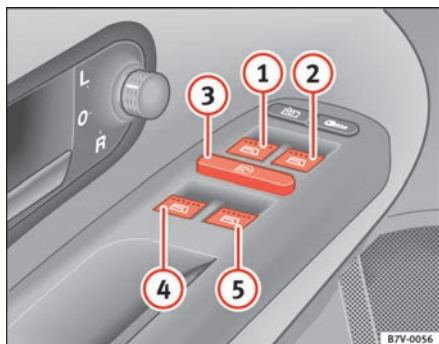

Abb. 64 Ausschnitt aus der Fahrertür: Fensterhebertasten vorne und hinten
- Drücken Sie die Taste ⇒ Abb. 64 ①, ②, ④ oder ⑤, um das jeweilige Fenster zu öffnen.
Mit dem Sicherheitsschalter ⇒ Abb. 64 ③ in der Fahrertür können die Fensterheber-Tasten in den hinteren Türen außer Funktion gesetzt werden.
Abb. 64  und  haben zwei Stufen zum Öffnen und zwei zum Schließen der vorderen Fenster. Dadurch ist es einfacher, die Öffnungs- und Schließvorgänge zu kontrollieren.